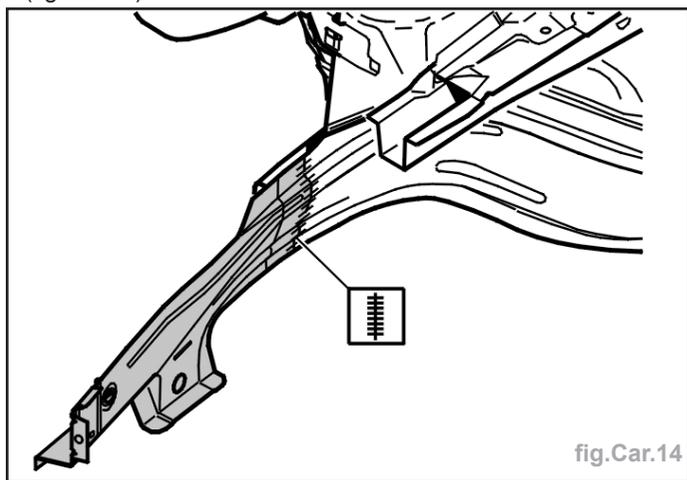

fig.Car.14
- Fixer et souder la pièce de rechange pour la mettre en place (fig.Car.14).